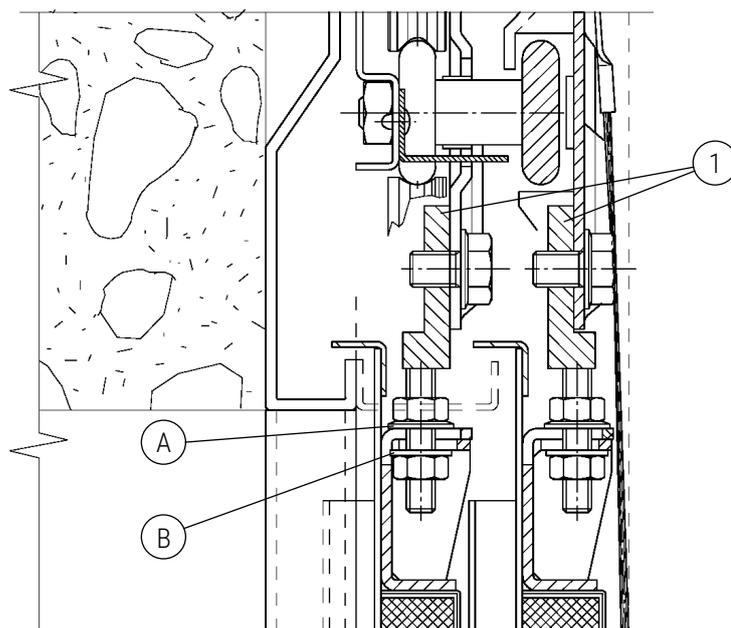

Abb. 5
Typ 11/R-L Feuertest: Positionieren Sie die Bolzen zur Türblattaufhängung (1) wie in Abb.5 dargestellt.